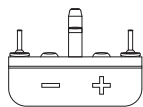
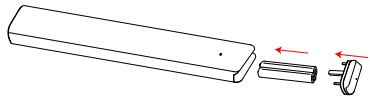

рис. 1
рис. 2
3. Установите батареи, как показано на рисунке, в батарейный отсек (рис. 2). Пожалуйста, обратите внимание на метки «+» и «-», указанные на крышке батарейного отсека (рис. 1). Вставьте на место крышку батарейного отсека, а затем проверьте правильность работы пульта.